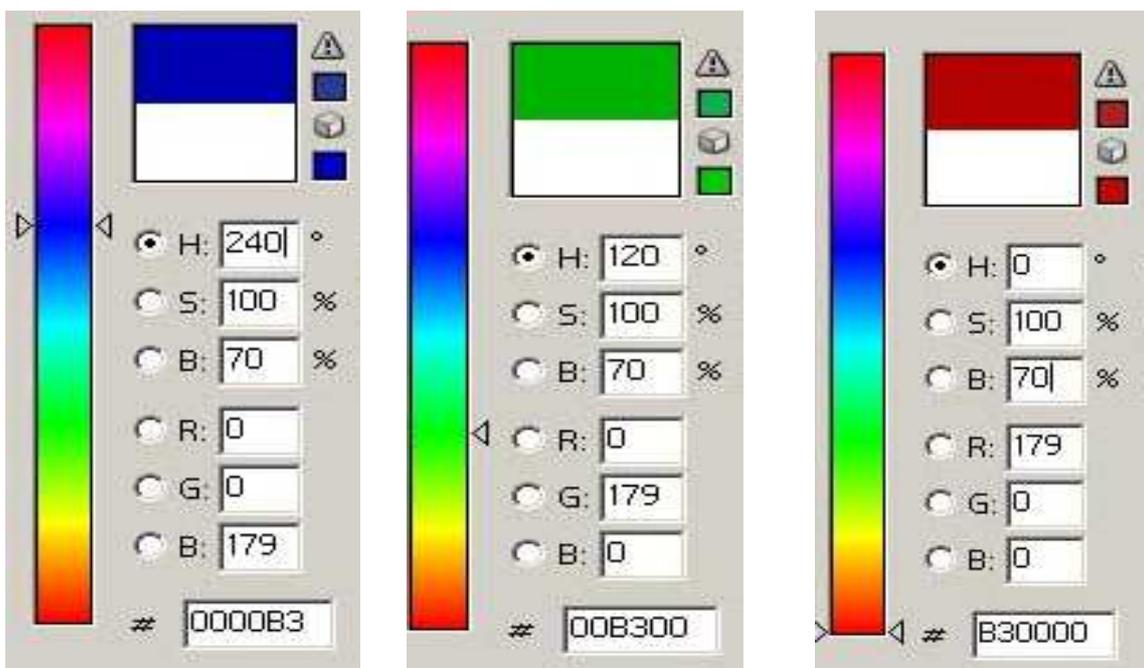

Рис.14. Гармонично сочетаемые цвета
5. На *рис. 14* представлены полученные цвета. Если необходимо выбрать четыре цвета, точно также мы разбиваем цветовой круг, но уже на четыре части (т.е. $360/4=90$).